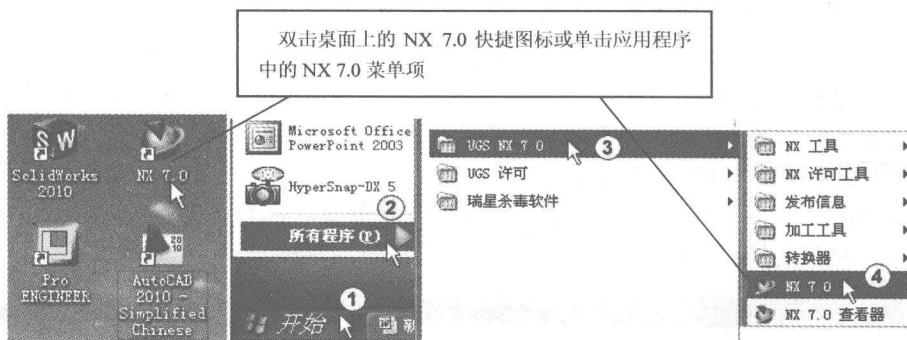
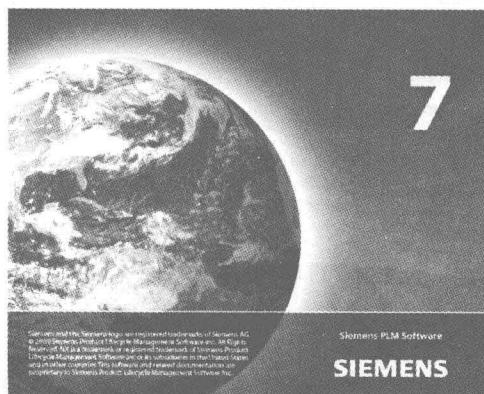
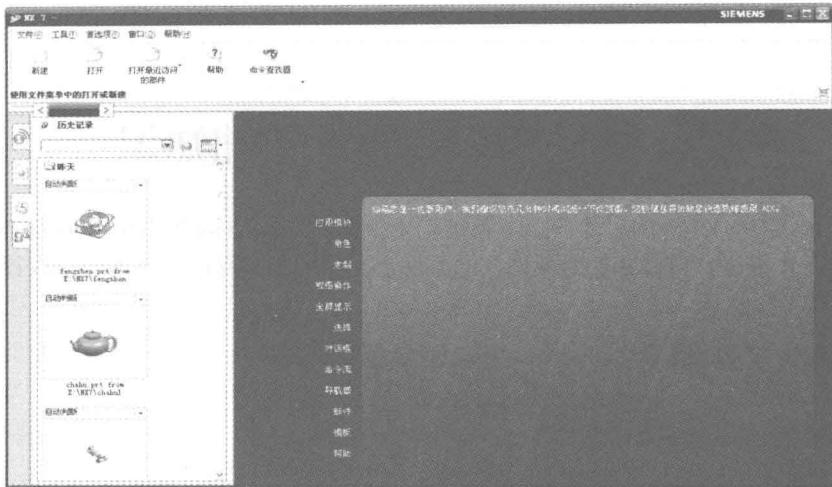

图 1-1 双击桌面快捷图标或单击应用程序中的 NX 7.0 菜单项
图 1-2 UG NX 7.0 启动界面
图 1-3 启动后的 NX 7 界面
单击桌面上的 NX 7.0 快捷启动图标 ，或者单击“开始”→“所有程序”→“UGS NX 7.0”→“NX 7.0”，如图 1-1 所示。系统加载 UG NX 7.0 启动程序，屏幕上出现启动界面，如图 1-2 所示。启动后的 UG NX 7.0 界面如图 1-3 所示。
当以正常启动方式进入 UG NX 7.0 后，系统仅显示标准工具条，如图 1-3 所示，这时的界面并非工作界面。直接单击“新建”按钮 或者单击菜单“文件”→“新建”命令或者使用快捷键〈Ctrl+N〉，系统将弹出“文件新建”对话框。在“名称”文本框中输入文件名，在“文件夹”文本框中指定文件的存放位置，在“单位”下拉列表中选择单位是“毫米”还是“英寸”，然后单击“确定”按钮 确定，如图 1-14 中①②③④所示。系统就进入了“基本环境”模块。